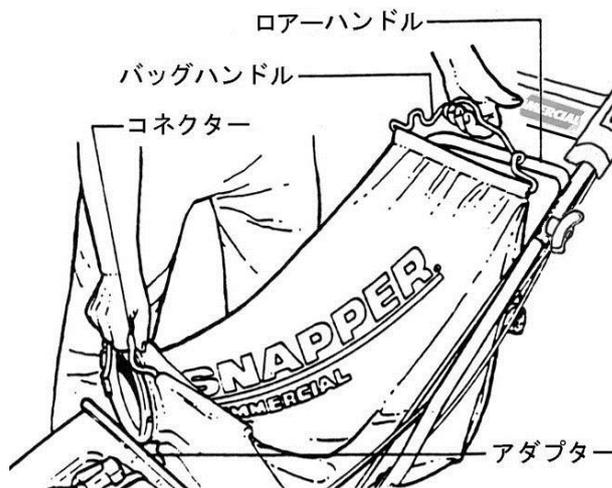

図4-10
3. バッグの中の芝を捨てるには、コネクターを持ち上げ、後フックを後方に倒してバッグを開き芝を捨てます。(図4-10)